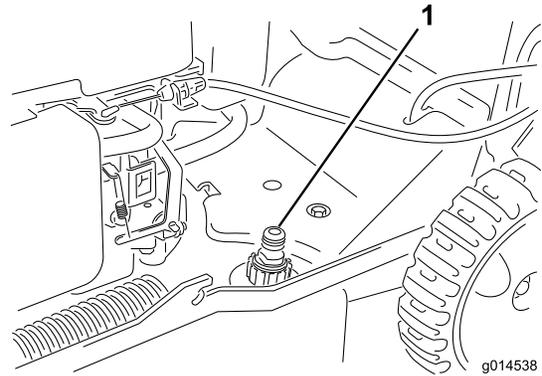

Figure 19
3. Branchez un tuyau d'arrosage, relié à une arrivée d'eau, au raccord de lavage (Figure 19).